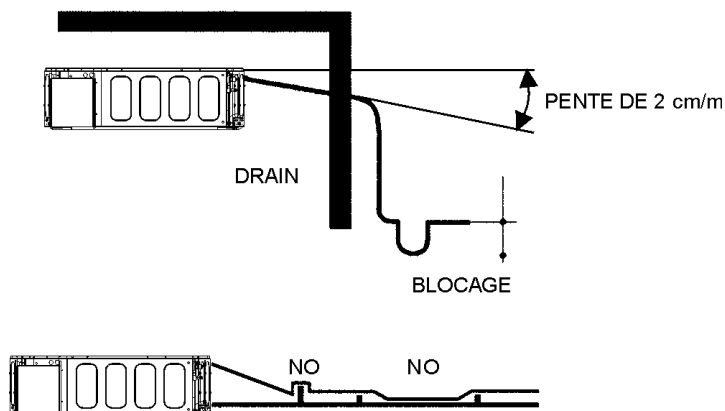

Fig. 12. Branchement du drain
- B. Pour permettre le drainage correct des condensats, le passage du drain doit être prévu d'avance en pente légère d'au moins 1%, sans créer de goulot d'étranglement ni de nœuds vers le haut (cf. fig. 12). Veiller à intégrer un siphon à une hauteur minimum de 50 mm afin d'éviter l'infiltration d'odeurs désagréables dans la pièce.